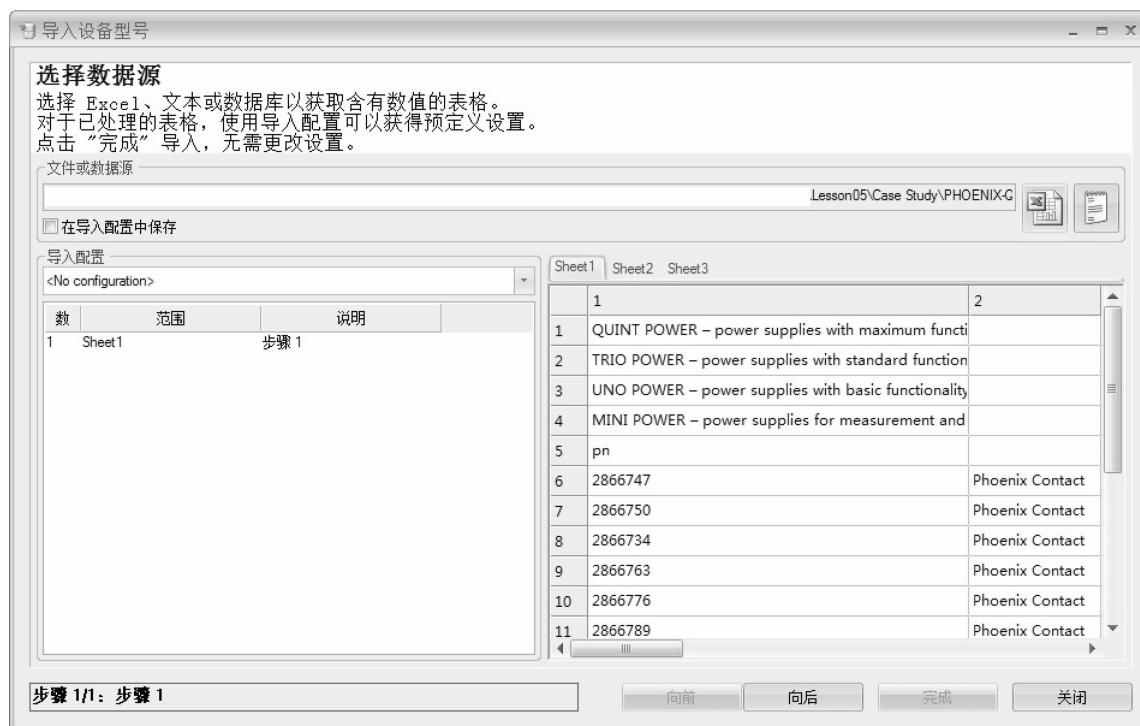

图 5-1 选择数据源
**步骤 3 选择数据源** 单击【从 XLS 导入】，浏览到 Lesson05\Case Study 文件夹，选择【打开】PHOENIX-QUINT.xlsx，如图 5-1 所示。勾选【在导入配置中保存】复选框，单击【向后】。